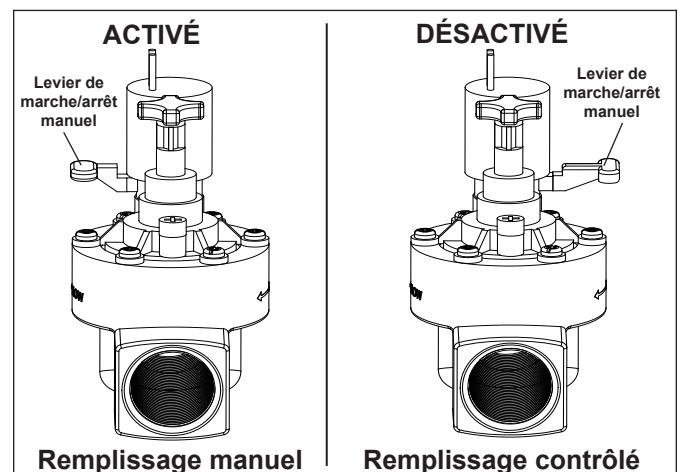

Figure 11. Levier de marche/arrêt manuel
4. Placez le levier manuel sur MARCHE/ARRÊT, situé juste en dessous de l'électrovanne, en position ARRÊT, afin qu'il ne s'ouvre que s'il y a une demande du Levolor. Voir la Figure 11.